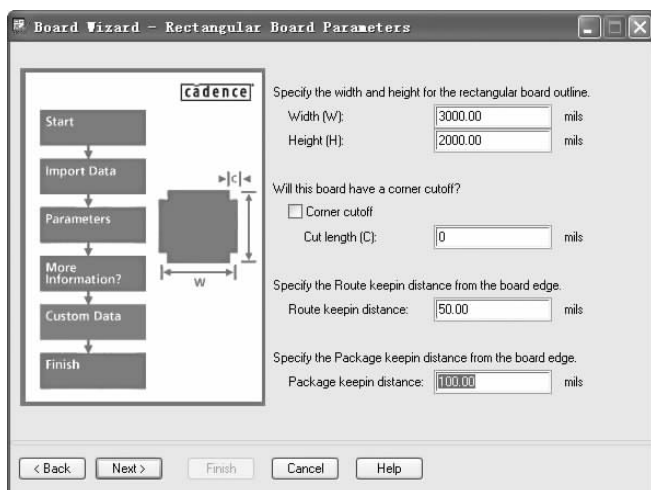

图 12-84 “Board Wizard – Rectangular Board Parameters（板向导模板）”对话框
- 13) 单击 **Next >** 按钮，进入图 12-84 所示的定义电路板尺寸对话框。